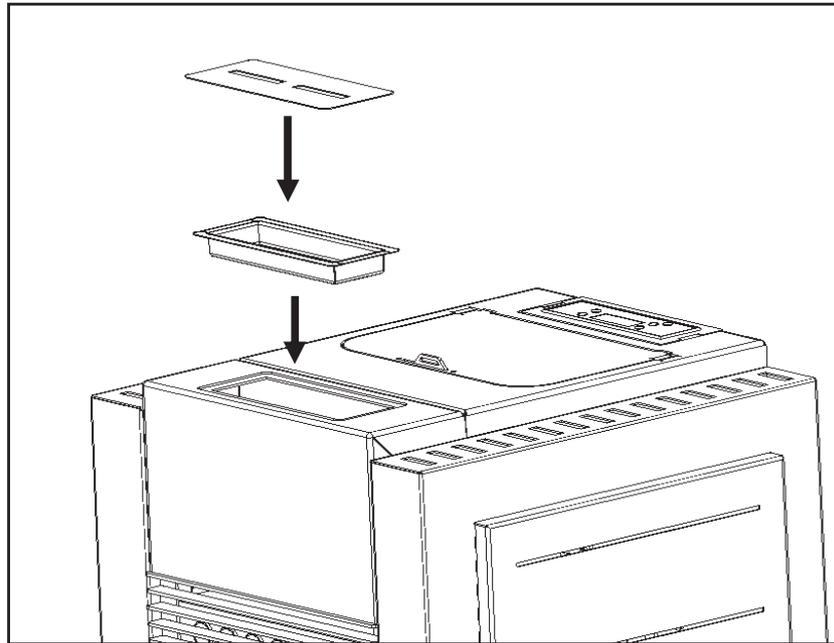

Figura 68 – Colocación humidificador en equipo
v) Para completar el montaje de los equipos, introduzca el humidificador **(7)** y la tapa respectiva **(8)** la secuencia mostrada en la Figura 68 en la parte superior del acabado superior delantera.